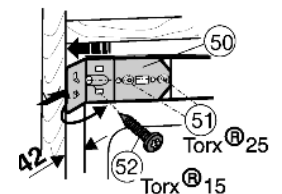

Fig. 23
- Befestigungswinkel mit Spanplattenschraube $\varnothing 4 \times 19$ *Fig. 23 (52)* an der Möbelwand festschrauben.
- Befestigungswinkel *Fig. 23 (50)* an die Möbelwand schieben und die zwei Schrauben M5, Torx 25 *Fig. 23 (51)* festziehen.
- Abdeckung des Kunststoffwinkels *Fig. 23 (50)* zuklappen.